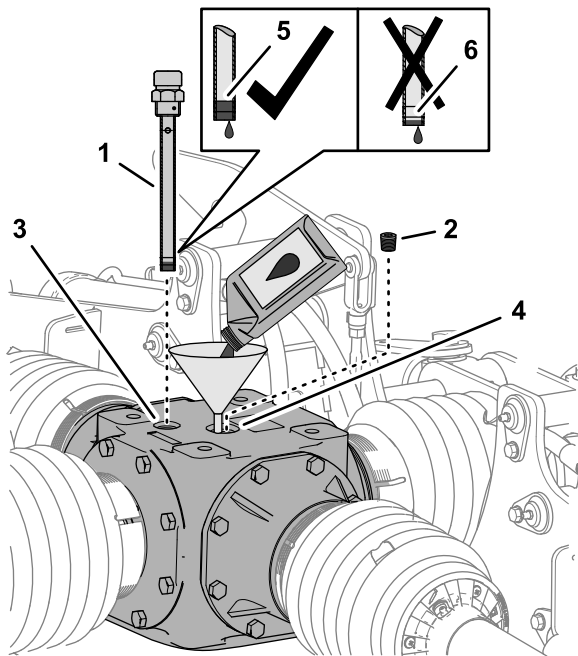

Bild 61
Getriebes und wischen Sie den Peilstab ab (Bild 61).
- Entfernen Sie die Füllschraube von der Einfüllöffnung an der Oberseite des Getriebes (Bild 61).
- Geben Sie 2,484 Liter des angegebenen Getriebeöls in die Einfüllöffnung in das Getriebe (Bild 61).
- Schrauben Sie den Peilstab in die Einfüllöffnung ein, schrauben Sie den Peilstab wieder heraus und überprüfen Sie den Schmierstofffüllstand (Bild 61).
- Führen Sie den Peilstab in die Einfüllöffnung ein und schrauben Sie den Peilstab (Bild 61) fest.
- Setzen Sie die Füllschraube wieder auf die Einfüllöffnung und ziehen Sie die Füllschraube fest (Bild 61).